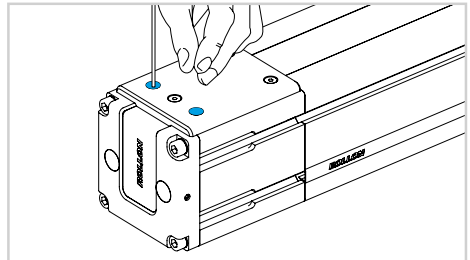

图 3
- 2) 从怠速顶上拆下盖子，只松开外面的 4 个螺丝。（图 3）